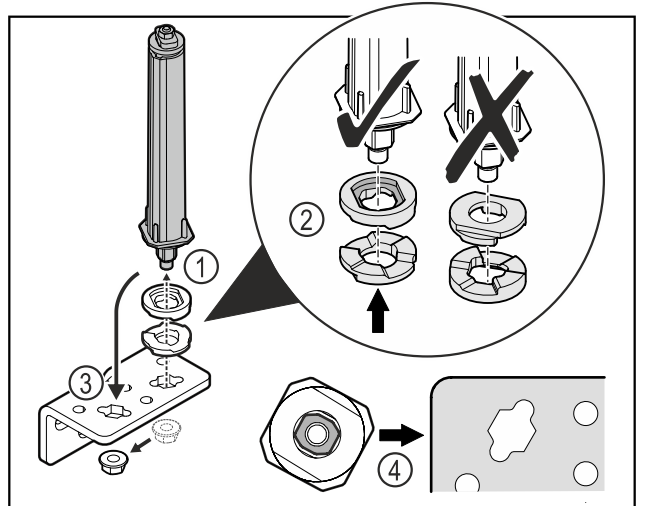

Fig. 36
- ▶ 松开螺母，并移除关门系统 Fig. 36 (1)。
- ▶ 确保高度调整垫片正确对齐 Fig. 36 (2)。
- ▶ 调换合页角铁中的关门系统并用螺母固定 Fig. 36 (3)。
- ▶ 装入时，确保关门系统正确对齐 Fig. 36 (4)。